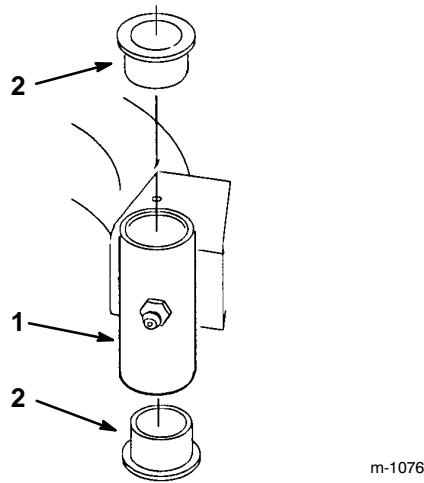

Abbildung 30
- Einen Splinttreiber in das Montagerohr stecken und vorsichtig die Buchsen herausdrücken (Abb. 30). Die Innenseite des Montagerohrs reinigen.